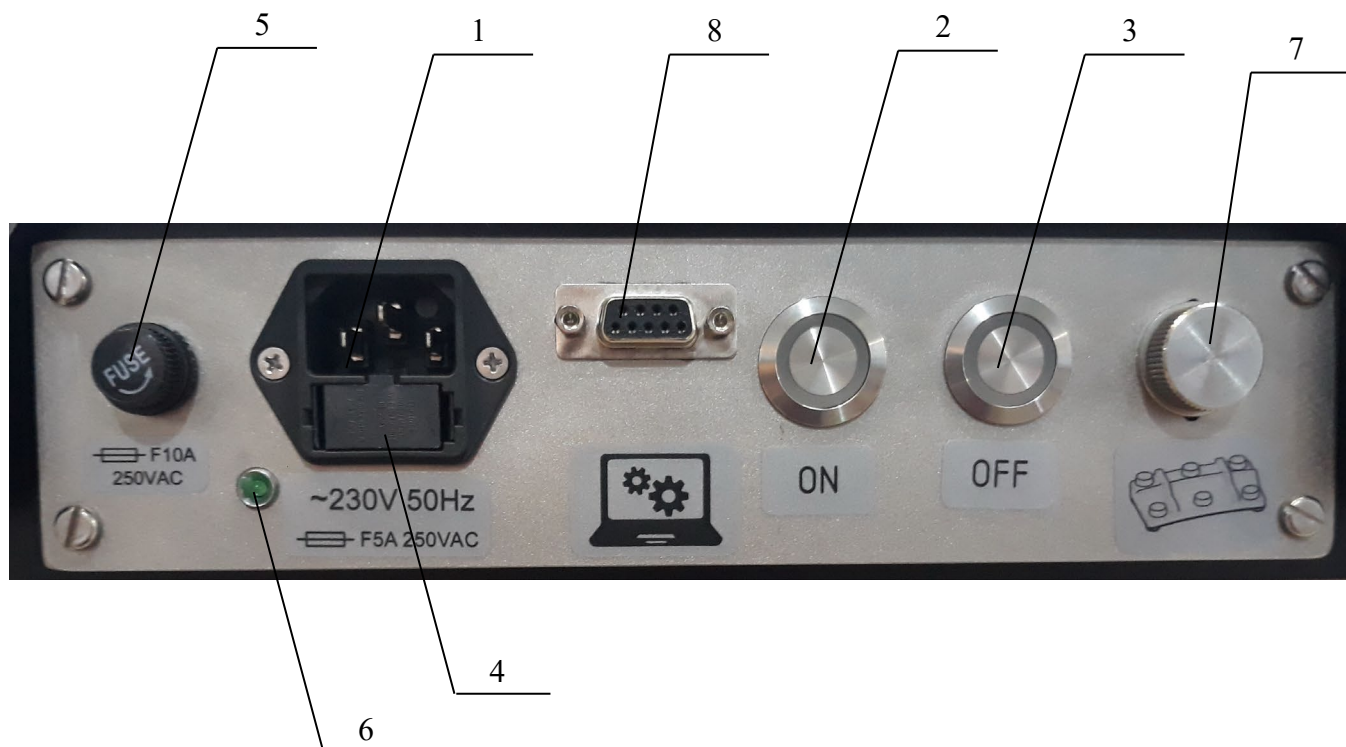
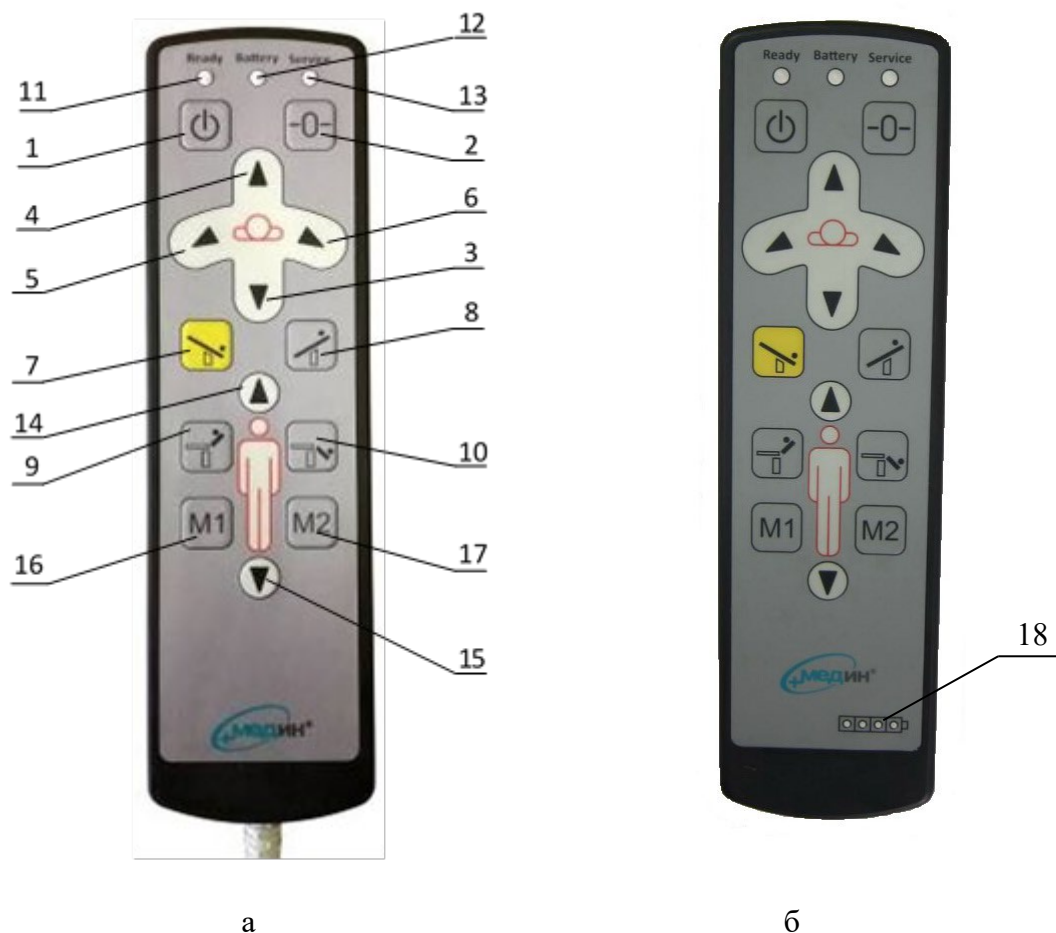

Рисунок 4 – Панель питания.
Рисунок 5. Назначение кнопок на пульте управления
9.8 В держатель предохранителя 5 (Рисунок 4), расположенный на панели питания, установите предохранитель 10А. Для этого необходимо снять крышку держателя предохранителя, открутив ее в направлении, указанном стрелкой на крышке, установить предохранитель и закрутить крышку в обратном направлении.
9.9 Для включения стола нажмите кнопку 2 на панели питания (Рисунок 4). При этом загорятся светодиодные индикаторы на кнопках 2 и 3.
9.11 После окончания работы выключите стол нажав кнопку 3 (Рисунок 4). Стол отключится автоматически, если в течение двух часов не происходит нажатие хотя бы одной кнопки пульта.
10.1.1 Для включения пульта нажмите и удерживайте 3 секунды кнопку 1 «OFF/ON» (Рисунок 5 а) пульта управления. Должен загореться индикатор 11 зеленого цвета. На беспроводном пульте он будет мигать пока не установится связь со столом. Индикатор 12 отображает степень зарядки батареи. При полной разрядке батареи индикатор горит красным цветом. Раздается прерывистый звуковой сигнал. При разряженных батареях вставьте один конец съёмного шнура питания в разъём 1 (Рисунок 4), а второй – в сеть питания $\sim (230 \pm 23) \text{ V}$, $(50 \pm 0,1) \text{ Hz}$.
ВНИМАНИЕ! Зарядка аккумуляторных батарей должна проводиться при включенном столе. При этом должен гореть светодиодный индикатор 6 (Рисунок 4) и индикаторы 12 на пультах мигают зеленым цветом (Рисунки 5, 6). Если индикатор 6 не горит, нажмите кнопку 2 на панели питания (Рисунок 4).
На беспроводном пульте, внизу пульта должен загореться индикатор 18 (Рисунок 5 б) зарядки батареи пульта. В случае разряженной батареи, необходимо поставить пульт на зарядку.
После автоматического отключения беспроводной пульт будет поддерживать связь со столом, а при выключенном столе пытаться установить связь. Во избежание разрядки батарей, после операции, беспроводной пульт следует выключать принудительно кнопкой 1 (Рисунок 5).
Возможно запрограммировать и запомнить любые другие два положения панели, необходимые врачу, используя следующие движения: наклоны по Тренделенбургу и анти-Тренделенбургу, боковые наклоны, наклоны спины. Для этого установите панель в нужное положение, нажмите и удерживайте кнопки 1 затем M1 (M2) (Рисунок 5). Индикатор 13 замигает красным цветом. Это означает, что новое положение панели стола запрограммировано.